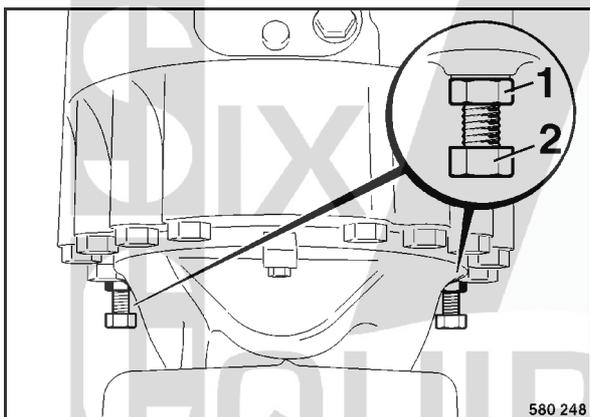

fig. 113
- Pour desserrer les freins, dévisser le contre-écrou 1 (fig. 113) d'env. 8 mm.
- Visser les vis de serrage du frein (2) jusqu'en butée.